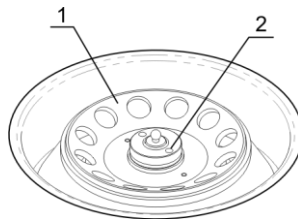

Fig.1. Installation du rotor
- placez le rotor (fig.1/1) et utilisez l'écrou pour le fixer solidement. Pour ce faire, vissez l'écrou à l'aide de la clé en le tournant dans le sens des aiguilles d'une montre (les trous doivent être en haut (fig.1/2)).
- si la centrifugeuse est allumée, pressez la touche Open (fig.1/1) et ouvrez le couvercle extérieur en le soulevant d'une main;